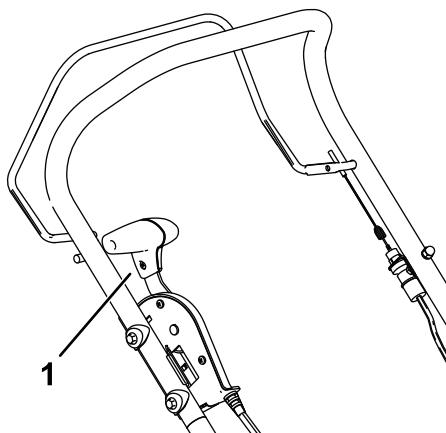

Figure 10
2. Ramenez le levier de transport complètement vers vous, à la position de transport (Figure 10).
5. Ramenez le levier de transport complètement vers vous, à la position de transport (Figure 10).
Pour couper le moteur, relâchez la barre de commande des lames et ramenez le levier de transport complètement vers vous, à la position de transport (Figure 10).